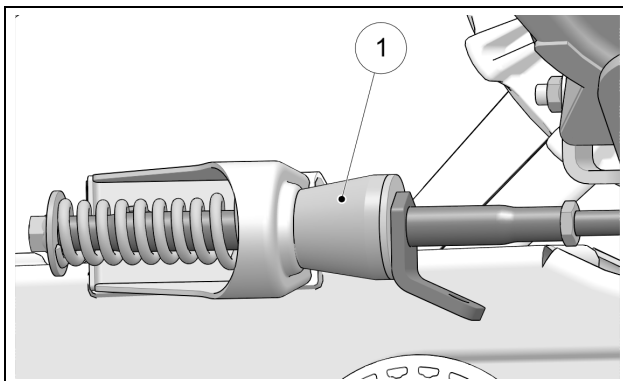

Figure 36
Vérifier les amortisseurs de caoutchouc (1) aux bras stabilisateurs. S'ils montrent des déformations, des fissures ou une usure importante, ils doivent être remplacés. Figure 36.